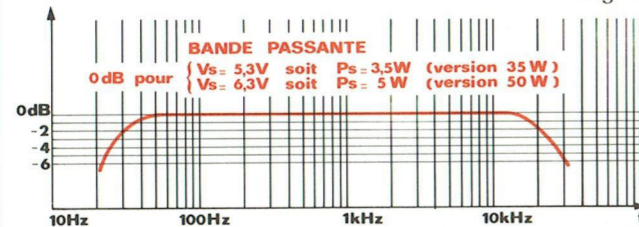

Fig. 3
- La bande passante doit être : $40 Hz \text{ à } 16 kHz \text{ à } + 0,5 dB$ (Fig. 3)